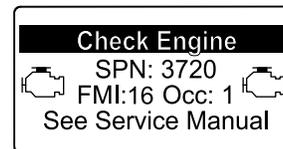

Рисунок 71
- Предупреждение о двигателе SPN 3720, FMI 16 (Рисунок 71)